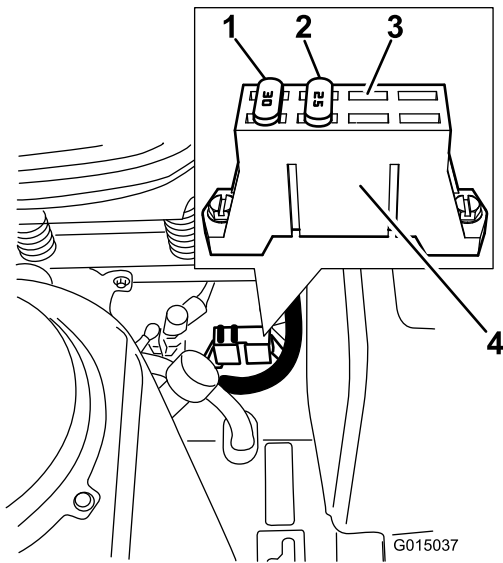

Figure 48
1. Les fusibles sont situés sur la console droite, près du siège (Figure 48).
3. Le fusible de rechange doit être de même intensité que l'ancien (Figure 48).